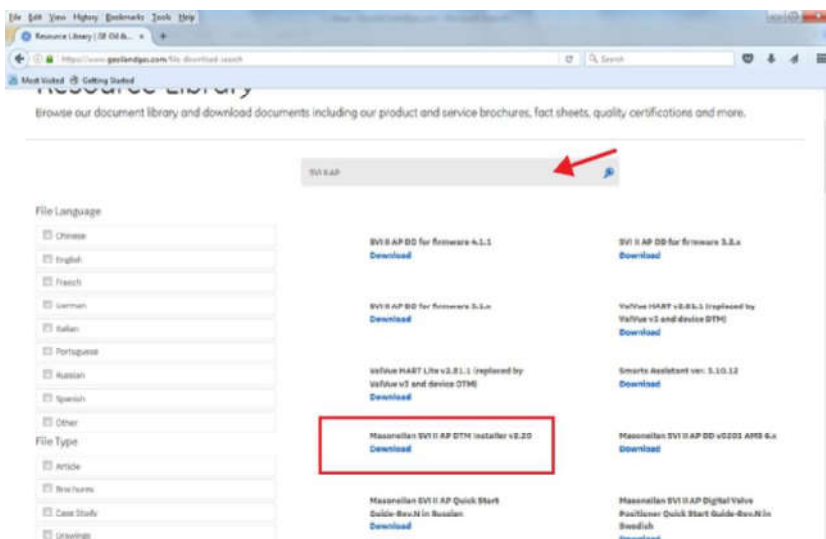

Рис. 11. Центр загрузки: Поиск SVI II AP DTM
1. Зайти в библиотеку ресурсов (<https://www.geoilandgas.com/file-download-search>) и ввести SVI II AP DTM в строку поиска (стрелка на Рис. 11).
Появятся результаты (Рис. 11).